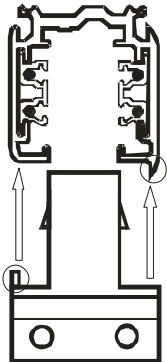

Рис. 1
- 4.4 Установить светильник на шинопроводе с помощью адаптера. При установке обратить внимание на расположение выступов адаптера и шинопровода (см. рис. 1). **Монтаж светильника проводить только в обесточенном состоянии шинопровода.**